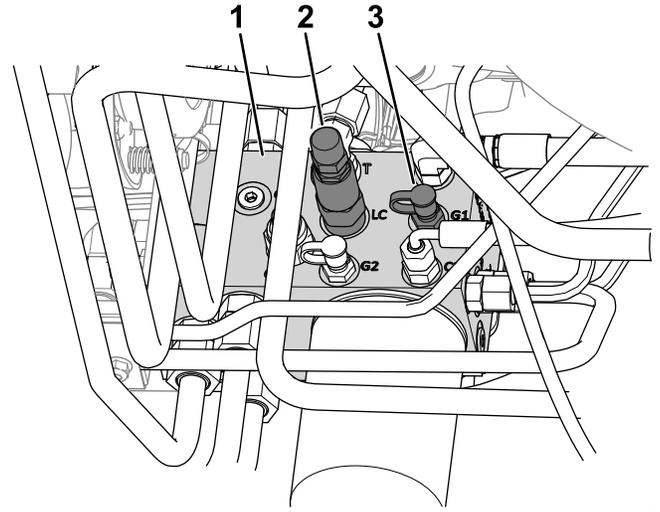

图 24
- 将压力表连接到测试端口标为 G1 请参阅 图 24。
- 在提升歧管侧面取下测试端口的盖子标记为 G1 请参阅 图 24。
- 松开重量转移滑阀端部的锁紧螺母标记为 LC 请参阅 图 24。